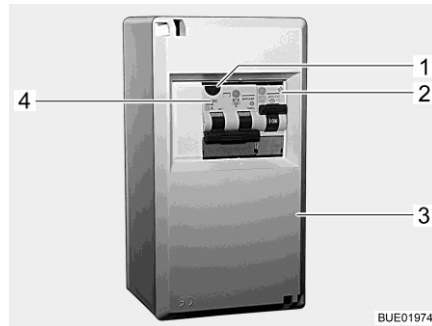
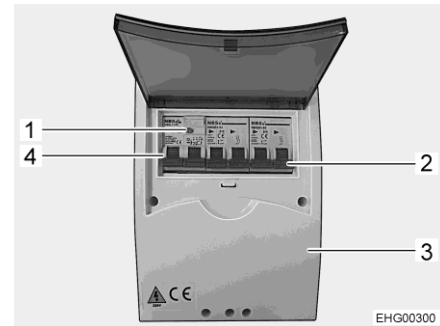

Bild 202 230 V-säkringslåda
Bild 203 230 V-säkringslåda (variant)
En kombinerad jordfelsbrytare/ledningsskyddsbrytare (Bild 202,4 eller Bild 203,4) i säkringslådan (Bild 202,3 eller Bild 203,3) skyddar hela fordonet mot läckström (0,03 A).
På fordon med tilläggsutrustning (t. ex. klimatanläggning) skyddas apparaten av en extra ledningsskyddsbrytare (10 A) (Bild 202,2 eller Bild 203,2).
- När fordonet är anslutet till 230-V-försörjningen, tryck på kontrollknappen (Bild 202,1 eller Bild 203,1). Jordfelsbrytaren måste lösa ut.